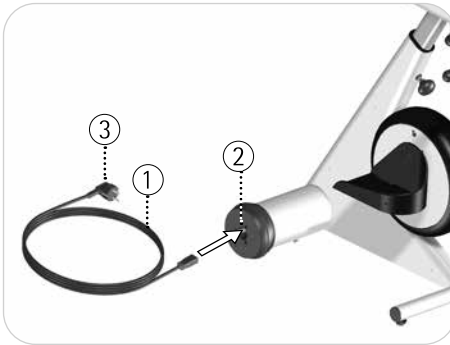

Fig. 4.7
vedere Fig. 4.7 Per prima cosa collegate il cavo di alimentazione ① alla presa di alimentazione ② del mozzo della ruota del vostro MOTOMed. Assicuratevi che il cavo ③ sia ben collegato. Poi inserite la spina del cavo di alimentazione ① in una presa nella vostra stanza. La presa deve essere liberamente accessibile, in modo che sia possibile collegare e scollegare il MOTOMed senza impedimenti.